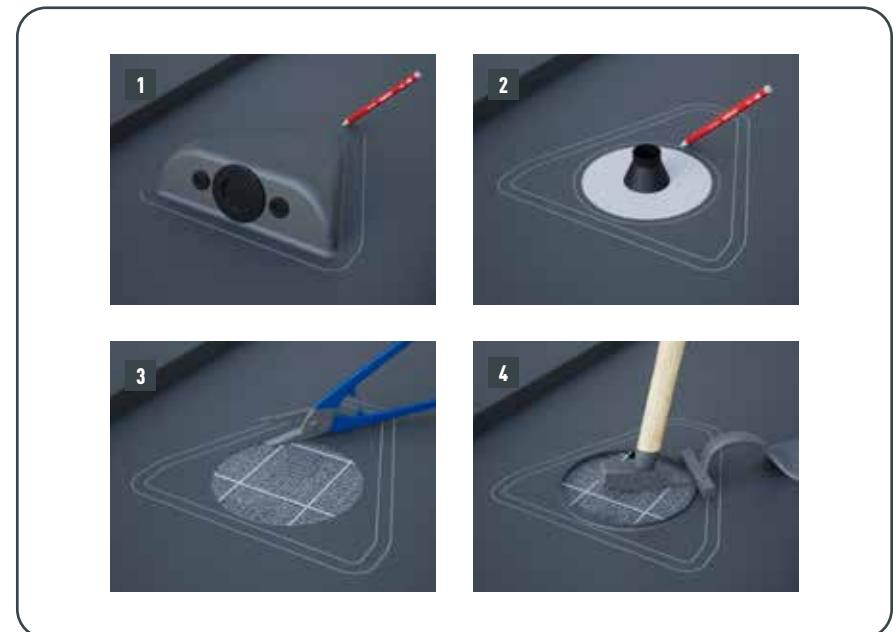

Fig. 9 • Posa della bocchetta Solar
- Per proteggere i cavi, è possibile installare un sistema di trattenuta della neve sopra i moduli fotovoltaici (Fig. 9). La soluzione di trattenuta della neve sull'intera superficie del tetto deve essere considerata separatamente!
- Appicare la colla speciale su tutto il perimetro. (Fig. 9)